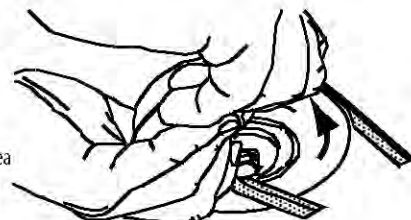

Figura 56
9. Tire del lado derecho de la correa y coloque el lado V angosto de la correa en la polea de la PTO. Consulte la Figura 56.